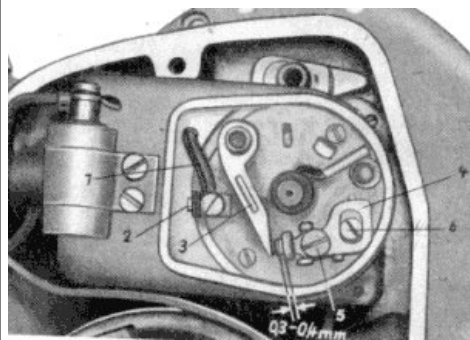

Bild 48. Magnetzündler
Um ein einwandfreies Arbeiten des Magnetzündlers zu gewährleisten, ist der Zustand des Unterbrechers (Bild 48) von Wichtigkeit. Alle 2000 km ist nach Abheben des Unterbrecherdeckels der Abstand zwischen den Kontakten des Unterbrechers zu prüfen. Er soll, wenn das Anlaufklötzchen des Unterbrecherhebels (3) auf dem höchsten Punkt des Nockens steht, 0,4 mm betragen. Dazu benutzt man die im Werkzeug enthaltene Einstelllehre. Muß der Kontaktabstand nachgestellt werden, so löst man die Klemmschraube (5) des festen Unterbrecherkontaktes (4) und stellt durch Verdrehen des Exzenters (6) den Abstand 0,4 mm wieder her. Dann ist die Klemmschraube (5) wieder fest anzuziehen. Abgenutzte Kontakte glättet man am besten mittels eines Ölsteins. Dazu müssen die Kontakte ausgebaut werden. Zum Ausbau des Unterbrecherhebels (3) ist lediglich das Primärkabel (1) abzuklemmen und die Befestigungsschraube (2) für die Unterbrecherfeder zu lösen, wonach man den Unterbrecherhebel von dem Unterbrecherbolzen abheben kann. Beim Einbau ist darauf zu achten, daß die Unterbrecherfeder durch die beiden Isolierscheiben gegen Masse isoliert wird. Der feststehende Unterbrecherkontakt (4) läßt sich nach dem Herausrauben der Klemmschraube (5) ebenfalls leicht herausnehmen.